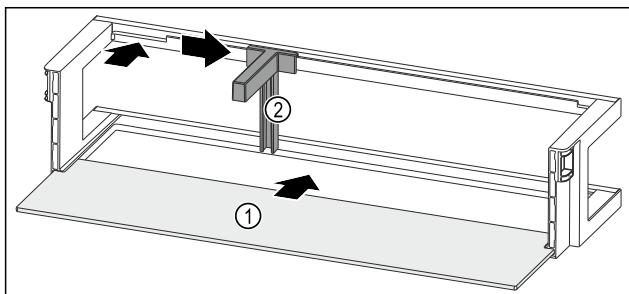

Fig. 148 Türabsteller mit Abstellfläche
- ▶ Abstellfläche Fig. 148 (1) in die seitlichen Aussparungen einschieben.
- ▶ Flaschenhalter Fig. 148 (2) in die Aussparung einsetzen.
- ▶ Flaschenhalter Fig. 148 (2) in gewünschte Position zur Seite schieben.